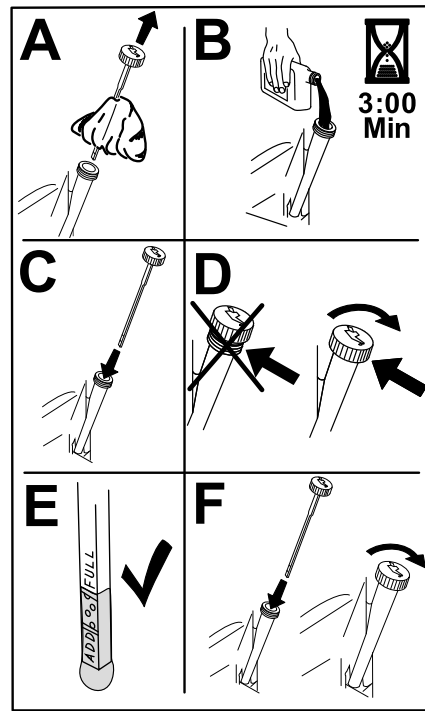

Figura 41
6. Vierta lentamente un 80 % aproximadamente del aceite especificado por el tubo de llenado, luego añada lentamente el resto del aceite hasta que llegue a la marca de Lleno (Figura 41).